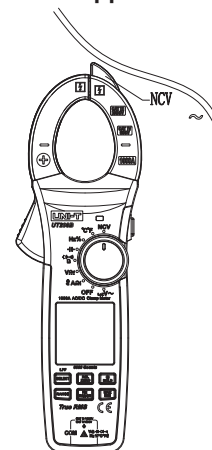

Рис. 13
13. Бесконтактное нахождение напряжения AC (NCV) (Рис. 13)